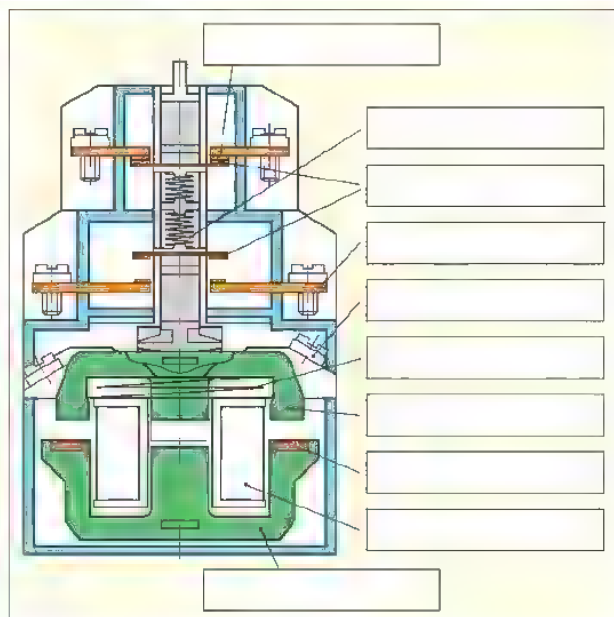

Bild 1: Aufbau eines Leistungsschützes
2. Ergänzen Sie die fehlenden Begriffe und Betriebsmittelbezeichnungen a) im Bild 1, Seite 94 und b) im Bild.
Die Leistungsschütze in der Palettenförderbandanlage (Bild 1, Seite 90) sollen ausgewählt werden.